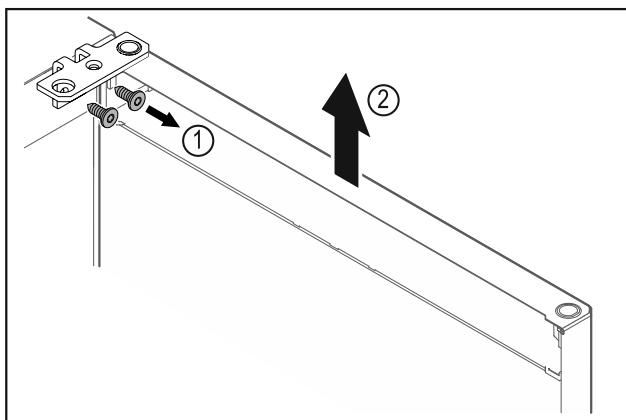

Fig. 9
- ▶ Odvijte kotnik tečaja vrat Fig. 9 (1).
- ▶ Vrata s kotnikom tečaja Fig. 9 (2) dvignite za približno 200 mm navzgor in jih snemite.